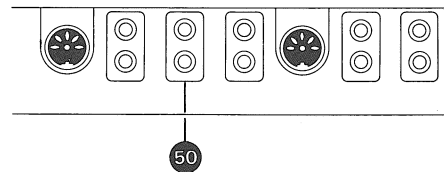

Fig. 5.6.-6
- Bedienungselemente nach Fig. 5.6. - 1 einstellen.
- Klirrfaktor-Messgerät an LINE B - Ausgang (50) (Fig. 5.6. - 2) anschliessen.
- Connect distortion factor meter to output LINE B (50) (fig. 5.6. - 2).
- Placer les boutons de réglage selon la fig. 5.6. - 1.
- Brancher un distorsiomètre sur la sortie LINE B (50) (Fig. 5.6. - 2).
- Bedienungselemente nach Fig. 5.6. - 4 einstellen.
- NF-Millivoltmeter an LINE B, LEFT - Ausgang (50) (Fig. 5.6. - 6) anschließen.
- Connect audio millivoltmeter with ASA A weighting network to output LINE B, LEFT (fig. 5.6. - 6).
- Placer les éléments selon la fig. 5.6. - 4.
- Brancher un millivoltmètre B.F. sur la sortie LINE B, LEFT (50) (Fig. 5.6. - 6).
- Bedienungselemente nach Fig. 5.6. - 7 einstellen.
- Röhrevoltmeter an LINE B - Ausgang (50) anschliessen.
- Placer les boutons de commande selon la fig. 5.6. - 7.
- Brancher un voltmètre sur la sortie LINE B (50).
- Bedienungselemente nach Fig. 5.6. - 9 einstellen.
- Selektives Röhrenvoltmeter an LINE B, RIGHT-Ausgang (50) (Fig. 5.6. - 10) anschließen. Auf Wiedergabe starten. Den Übersprechabstand L → R mit dem Einstellregler CROSSTALK (siehe Fig. 5.6. - 11) auf besten Wert einstellen.
- Selektives Röhrenvoltmeter an LINE B, LEFT - Ausgang (50) (Fig. 5.6. - 10) anschließen. Wiedergabefunktionsschalter auf "L".